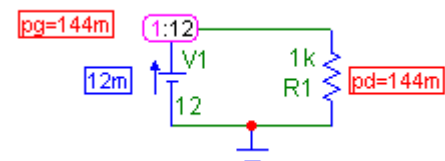
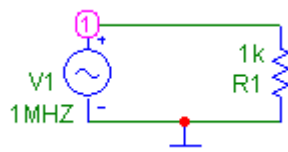

Рис. 2.1
Рис. 2.3
2.4.4. В MicroCAP построите на экране простейшую модель, показанную на рис. 2.1 с источником постоянного напряжения 12 В и сопротивлением 1 кОм. Выберите режим «Расчет по постоянному току, выведите результаты моделирования напряжения, тока и мощности. Проведите расчет этих величин на основе закона Ома, сравните результаты.
2.4.6. Установите в цепи рис. 2.1 напряжение источника V1 равным $\sqrt{G \cdot N}$ В и сопротивление $R1 = 100 \cdot (1,2 + \sin(N + G))$ Ом.
2.4.8. В программе MicroCAP установите в цепи рис. 2.1 источник гармонического напряжения, как показано на рис. 2.3. Установите амплитуду колебаний $A=1$ В и выберите модель источника с частотой $F=1$ МГц.
2.4.9. Задайте в модели цепи рис. 2.3 амплитуду источника напряжения $V1$ $A = \sqrt{G \cdot N}$ В, частоту колебаний $F = (20 \cdot G + 10 \cdot N)$ кГц и сопротивление
2.5.3. В пакете MicroCAP соберите модель с гармоническим источником, показанную на рис. 2.3 при указанных для него параметрах $A=1$ и $F=1$ МГц. Установите начальную фазу PH колебаний равной